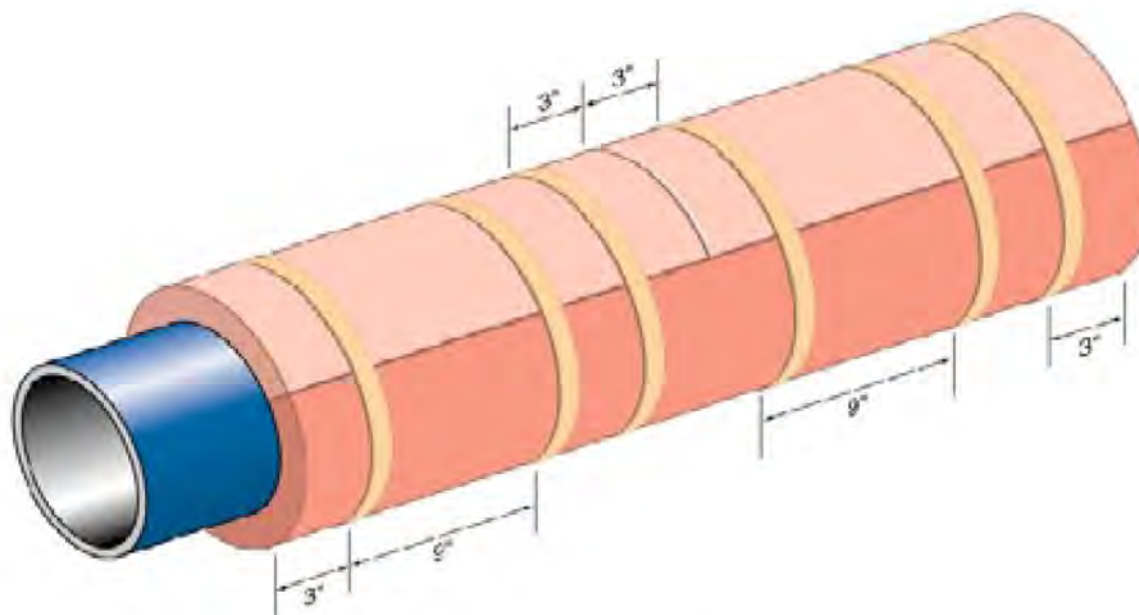

Figura 9
- 4.1.8 El aislamiento será fijado a la tubería con cinta reforzada con fibra de 3/4" de ancho. La cinta se pondrá como se indica en la Figura 9 en el Apéndice B.